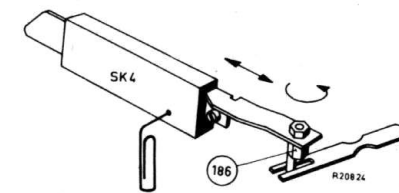

Fig. 62
De instelschroef op de bedieningsbeugel van SK4 moet in de uitsparing van bedieningsbeugel 1 vallen, zie fig. 62.
Steek een borgpen van $\pm 1,5$ mm dikte door het gat in de schakelaar, zie fig. 62.
N.B.: Bij sommige apparaten is geen instelschroef aanwezig. Bij deze apparaten moet de schakelaar ingesteld worden door verbuigen van de bedieningsbeugel van de schakelaar, zie fig. 62.